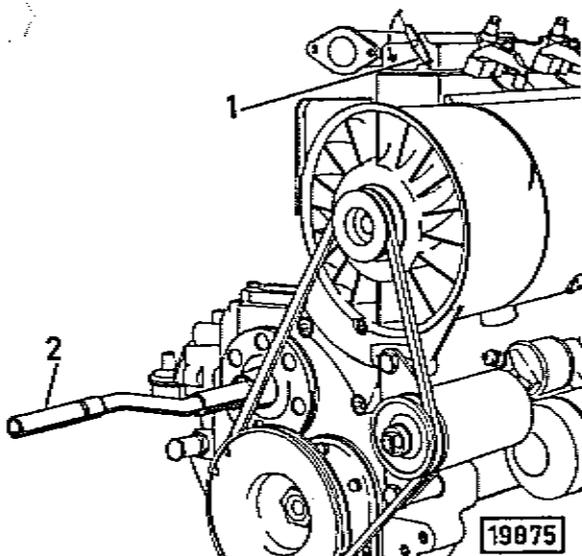

Bild 9
4. Dekompressionshebel 1 (Bild 9) in Pfeilrichtung bis zum Anschlag drehen.